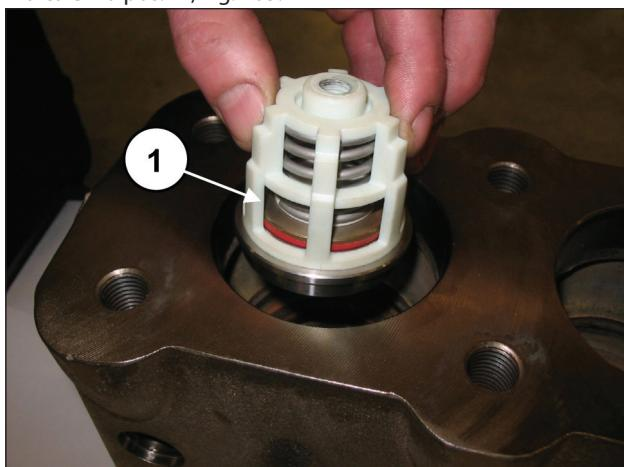
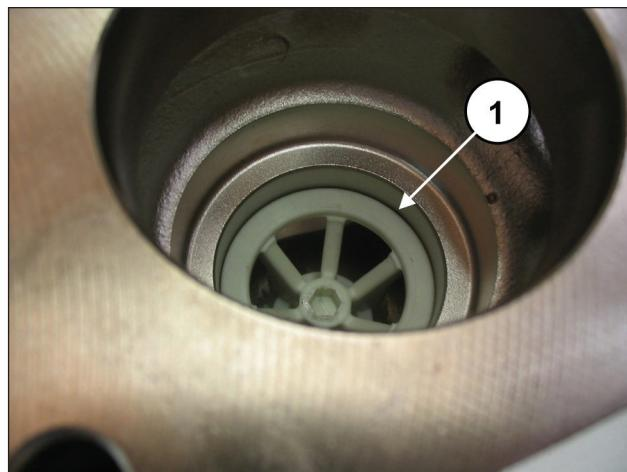

Fig. 104
Fig. 105
Introducir el grupo de la válvula de aspiración (pos. ①, Fig. 104) y, a continuación, el distanciador (pos. ①, Fig. 105). El grupo de la válvula se ha de introducir a fondo como se indica en la pos. ①, Fig. 105.